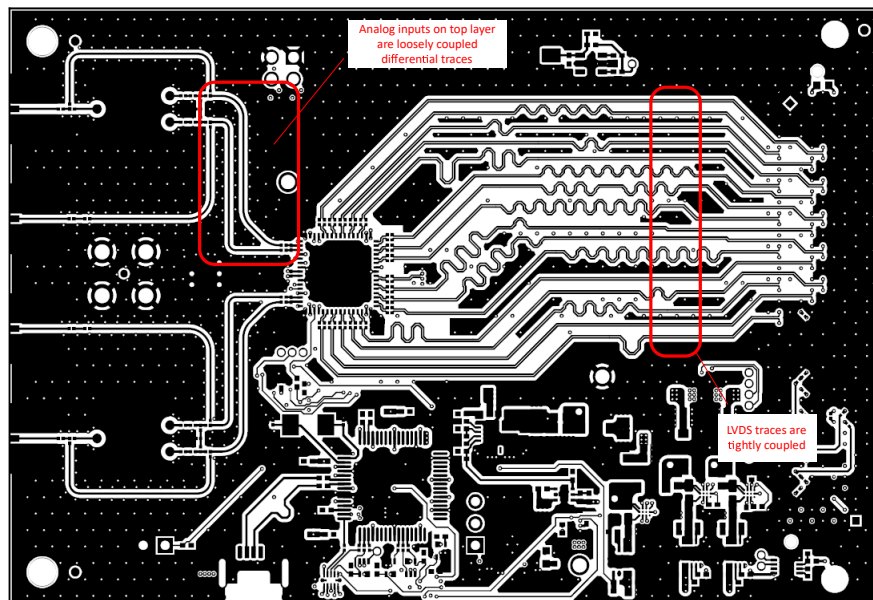

図 8-11. レイアウト例：ADC366x 評価基板の最上層
- 入力信号のトレースは、ビアを避けて、疎結合した差動信号として最上層に配線します。最上層のレイアウト例を 図 8-11 に示します。